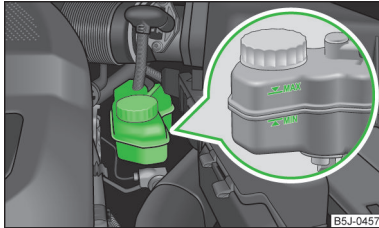

Abb. 129
- Den Bremsflüssigkeitsstand am Behälter prüfen » Abb. 129. Der Stand muss zwischen den Markierungen „MIN“ und „MAX“ liegen.